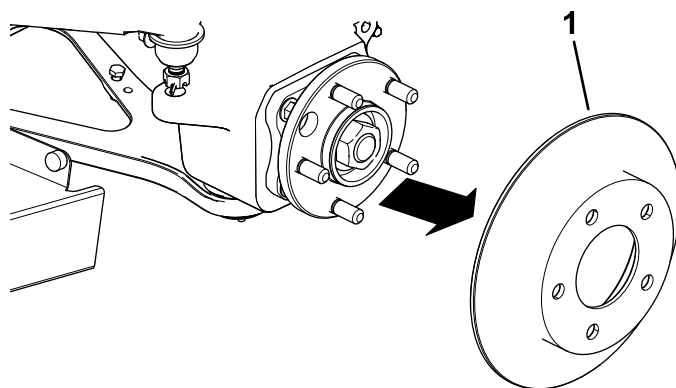

**Figura 5**
5. Retire los tubos del freno delantero y trasero del cilindro maestro (Figura 5).
3. Instale los tubos del freno delantero y trasero hacia el cilindro maestro (Figura 5).